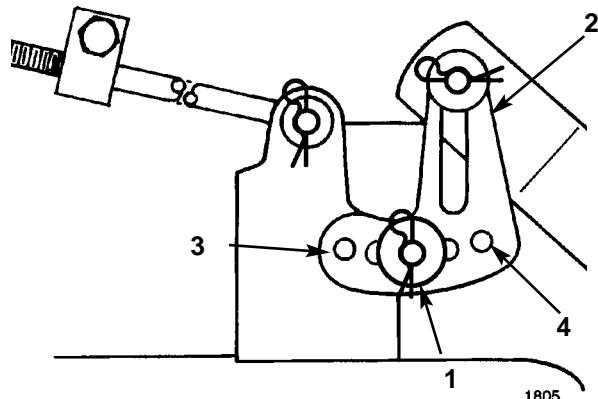

Fig. 49
5. Togliete la coppia a forcina e la rondella dalla staffa di livello (Fig. 49). Per livellare la lama (o
lame) riposizionate la staffa di livello in un foro diverso e montate la rondella e la coppia a forcella (Fig. 49). Il foro anteriore abbassa l'altezza della lama e quello posteriore la alza. Ripetete questa operazione dal lato opposto.